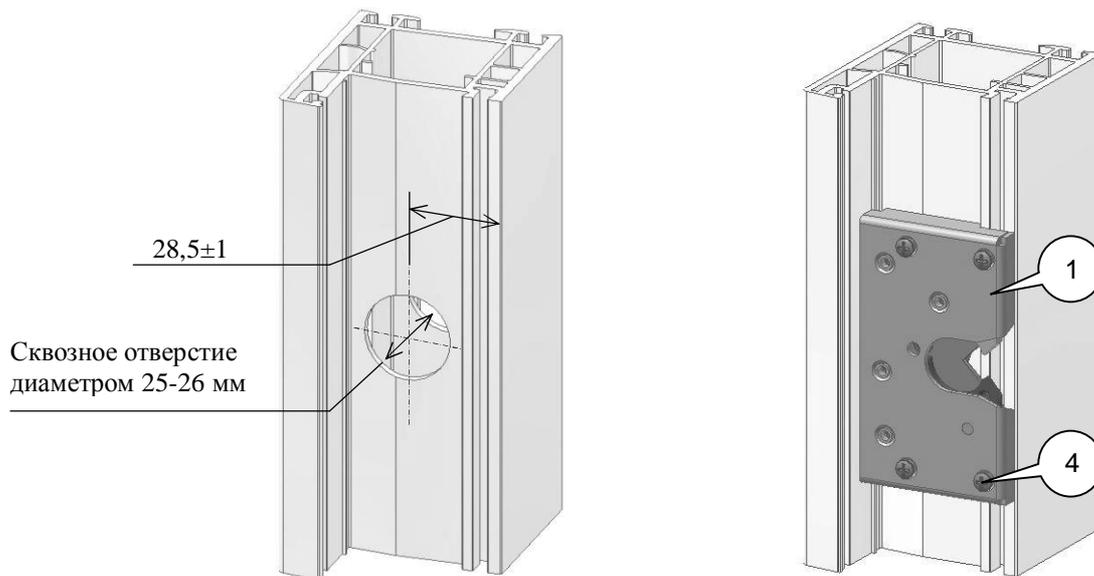

Рис.2 Установка защёлки в профиль дверной коробки
2. На расстоянии 28,5 мм от края профиля дверной коробки разметить центр отверстия под катушку защёлки (см. рис.2).
3. В профиле фрезой диаметром 25-26 мм просверлить сквозное отверстие (рис.2). Отверстие должно быть просверлено **насквозь** пластикового профиля (включая металлический каркас, находящийся внутри профиля).